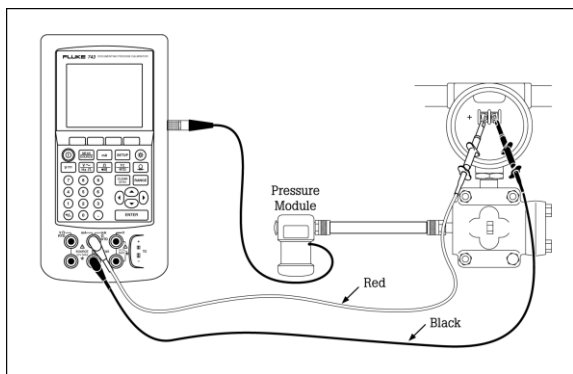

图 12
1、连接压力模块至 F700，将电流 - 压力变送器的输出与压力模块的输入相连接，如果你用的是差压模块，确认它是 15psi 的压力模块，并连接至标有“H”的输入端 (图 12)。
2、从 F700 中间的两香蕉插孔接线至电流 - 压力变送器上控制电流的输入端 (12)。